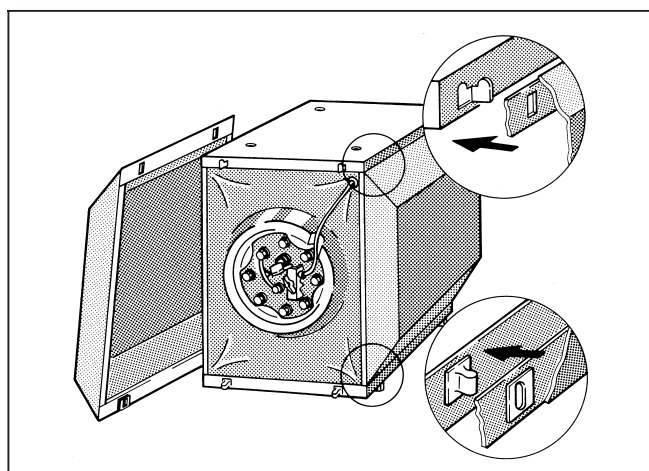

Fig. 15
In caso di trasporto senza imballaggio è possibile togliere i pannelli laterali e quelli anteriori al fine di evitare danneggiamenti (Fig. 15).
- Tirare in avanti, prendendoli dalla parte inferiore, il pannello anteriore o, risp., quello inferiore e estrarli dai ganci che si trovano applicati nella parte superiore del corpo dell'accumulatore (Fig. 15).